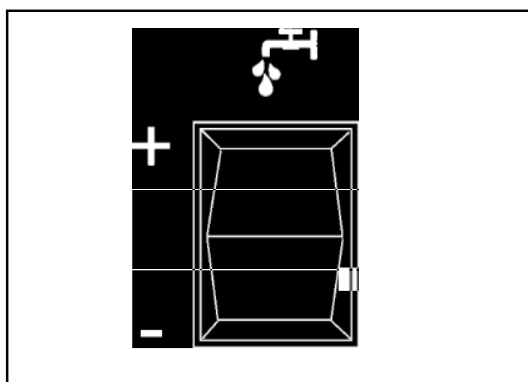
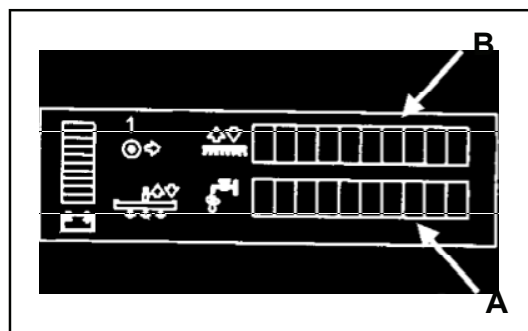
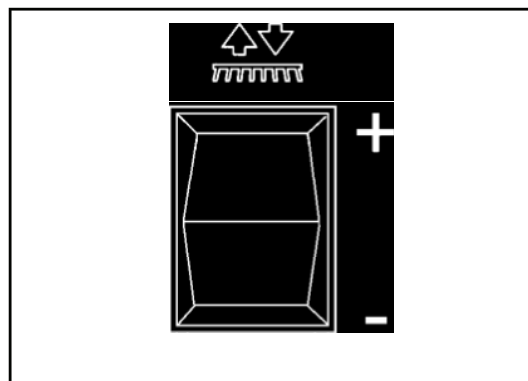

Рисунок 25
Рисунок 26
Рисунок 27
Раствор используется для разрыхления и удаления грязи с пола. Количество наносимого раствора регулируется для пяти уровней, в зависимости от состояния различных полов. Эти уровни отображаются на ЖК-дисплее, который находится в передней части машины. Для регулирования количества наносимого раствора используйте Переключатель расхода раствора (рис. 25). **ПРИМЕЧАНИЕ: На дисплее существует пять разных настроек. Смотрите рис. 26, А.**
1. Нажмите переключатель со стороны “ + ” (рис. 25).
1. Нажмите переключатель со стороны “ - ” (рис. 25).
Щетки используются для обеспечения перемешивания раствора, что способствует процессу очистки. Сила применяемого давления щеток регулируется для пяти уровней, в зависимости от состояния различных полов. Эти уровни отображаются на ЖК-дисплее, который находится в передней части машины (рис. 26, В). Для регулирования степени давления щеток используйте щеточный переключатель вверх/вниз (рис. 27).
1. Нажмите переключатель со стороны “ + ” (рис. 27).
1. Нажмите переключатель со стороны “ - ” (рис. 27).